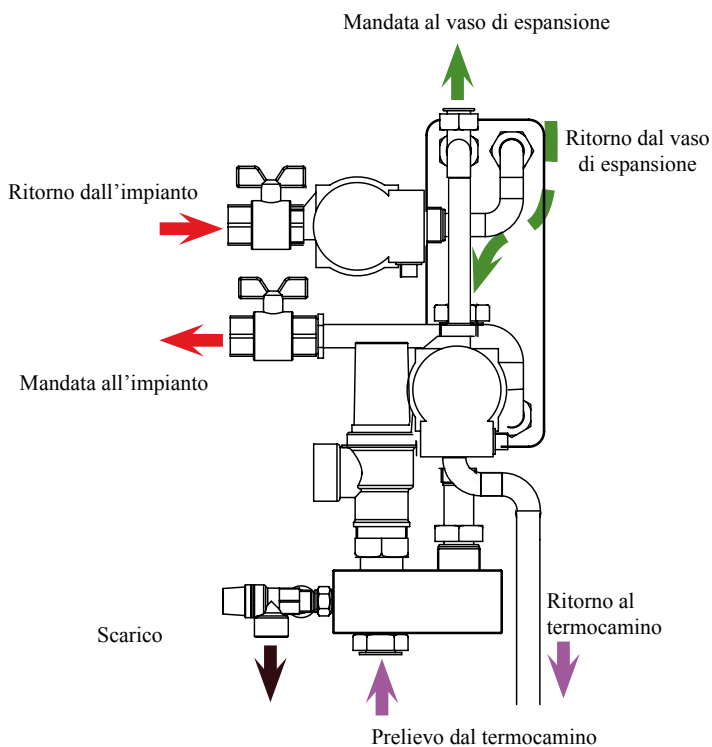

Fig.4
- Per gli allacciamenti all'impianto di riscaldamento, al vaso di espansione e al termocaminetto attenersi allo schema riportato in fig.4.
For connection to the heating system, the expansion tank and the vent shaft, refer to the diagram in fig.4.
-  Pour les raccordements au circuit de chauffage, au vase d'expansion et au poêle, respecter le schéma reporté à la fig.4.